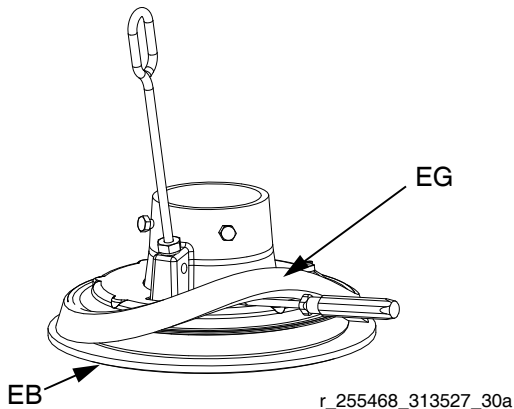

FIG. 12: Scorrimento del distanziale
2. Inclinare il distanziale (EG) con la mano e allontanarlo dalla piastra, tirandolo verso il basso oltre la flangia e gli eccentrici inferiori (EB). Vedere la FIG. 12.
3. Conservare il distanziale (EG), in quanto è necessario per altre applicazioni.
1. Assicurarsi che il diametro maggiore del distanziale (EG) sia rivolto **verso il basso**. Spostare a mano il distanziale (EG) verso l'alto, oltre la piastra, completamente sopra la flangia della piastra. Vedere la FIG. 12.